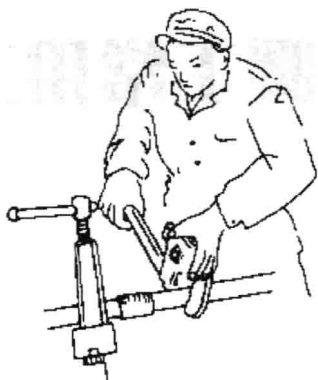

图 1-2 管钳操作
① 操作管钳时，用钳口卡住管子，通过向钳把施加压力，迫使管子转动。为了防止钳口脱落而伤及手指，一般左手轻压活动钳口上部，右手握钳，两手动作协调，见图 1-2。
② 扳动管钳手柄不可用力过猛或在手柄上加套管，当手柄尾
① 1 英寸=25.4mm。